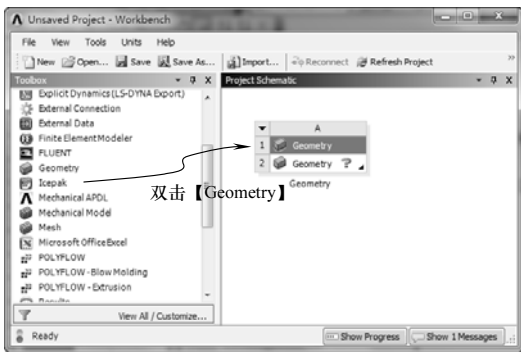

图 12-20 创建分析项目 A
3) 双击【Toolbox (工具箱)】中【Component Systems】下的【Geometry】选项，即可在【Project Schematic (项目管理区)】创建分析项目 A，如图 12-20 所示。